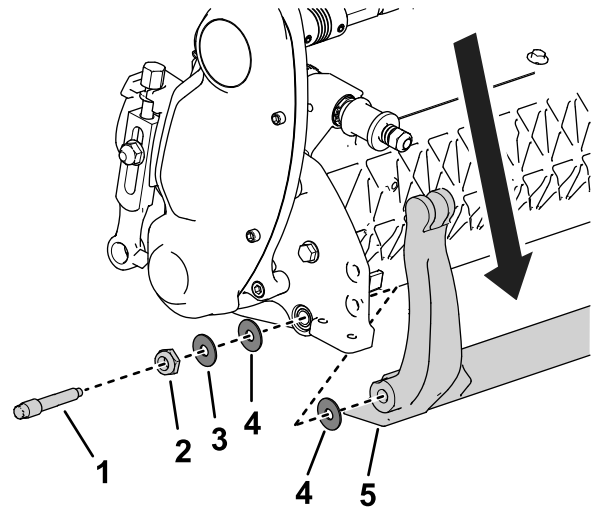

Рисунок 20
3. З кожного боку машини ослабте контргайку, показано на Рисунок 20.
4. Викрутіть кожен болт планки нерухомого ножа, щоб можна було потягнути планку вниз і зняти її з різального блоку (Рисунок 20).
Зверніть увагу на наявність двох нейлонових і однієї сталевих шайби з кожного боку планки нерухомого ножа (Рисунок 20).
3. З кожного боку встановіть нейлонову шайбу на виступ бічної пластини. Встановіть по одній сталевій шайбі із зовнішнього боку кожної нейлонової шайби (Рисунок 20).